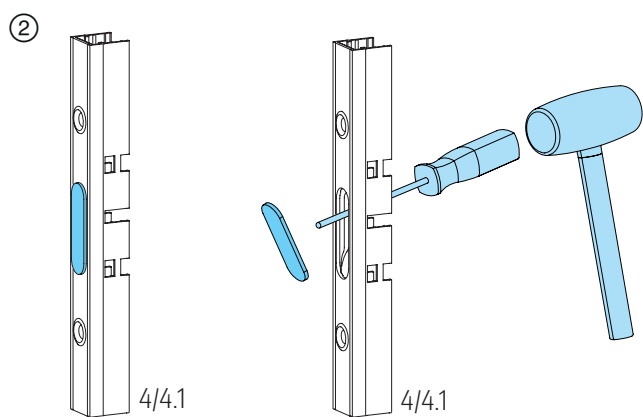

Abb. 21
② Die vorgestanzten Blechabdeckungen aus den Getrieben 4/4.1 herauslösen; **Abb. 21**.